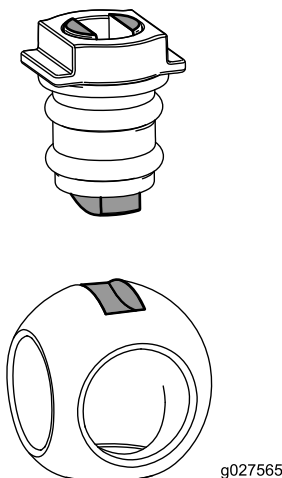

Figure 116
6. Insérez la bille dans le corps de la vanne (Figure 116).
Remarque: La tige de la vanne doit entrer dans la fente d'entraînement de la bille. Si la tige de la valve ne rentre pas, ajustez la position de la bille (Figure 116).